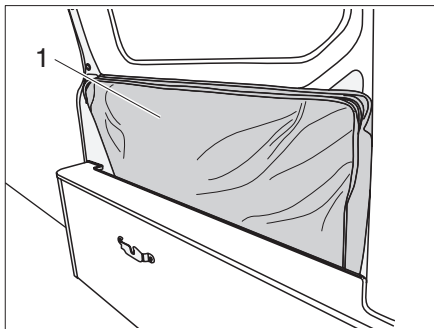

Bild 51 Bordet är nedfällt
- ▶ Bordet (Bild 51,1) ska förvaras i sin förvaringsväska.